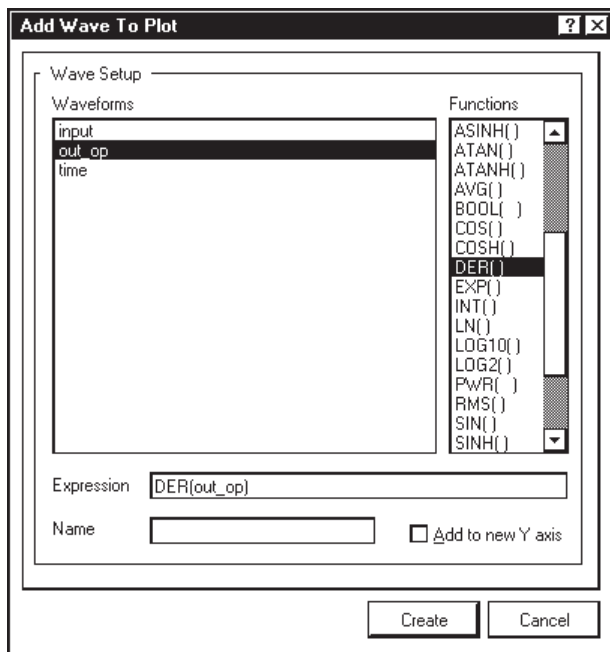

Рис. 8.26. Диалоговое окно образования нового графика
3. Щелчком на кнопке **Add** запустить построение нового графика — открывается диалоговое окно **Add Wave To Plot** (рис. 8.26).